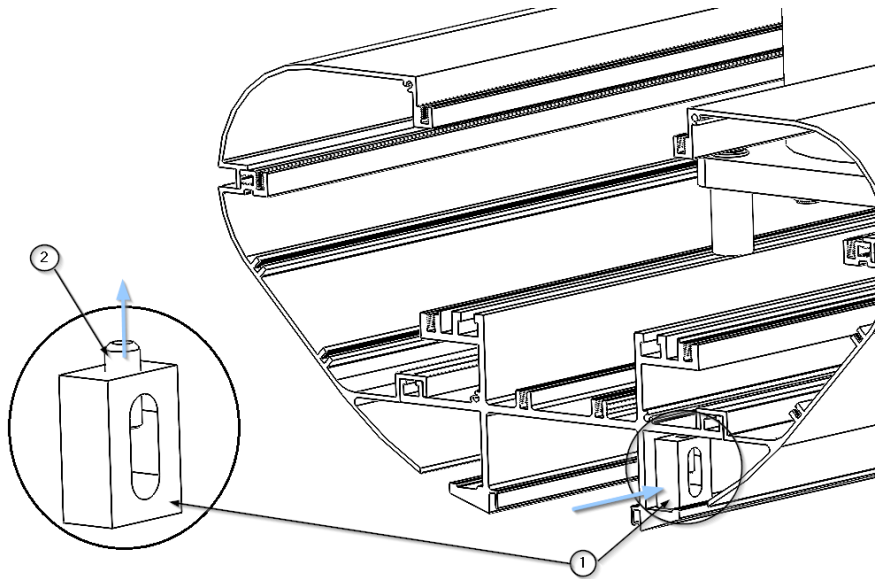

Fig. 14 Afstelling van de eindschakelaars voor translatie.
- Plaats de elementendragerwagen zodat de lagers ② op de geleider in het midden van het hoofdgedeelte ① rusten, zoals weergegeven in afbeelding 14.